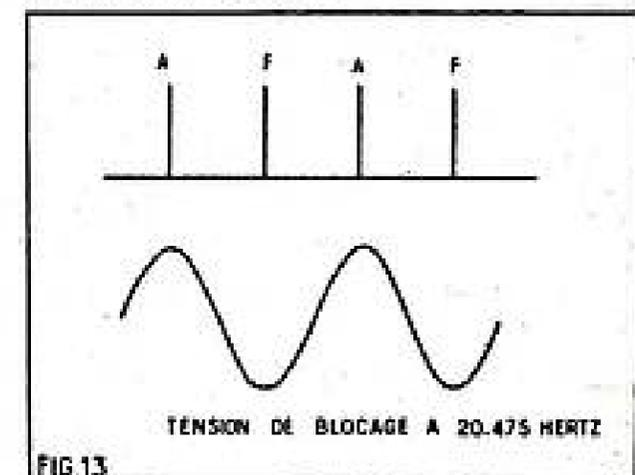

FIG. 13. — Tension de blocage à 20.475 HERTZ
La tension ainsi obtenue sera appliquée en même temps que les impulsions, à l'entrée de l'amplificateur de moyenne fréquence (13) « son ». Dans les alternances négatives, la polarisation est telle que l'amplificateur sera complètement bloqué. Si la position de phase est celle que nous avons représentée sur la figure 13 les impulsions A agiront seules sur l'amplificateur il suffit d'inverser la phase de la tension de commande pour recevoir les impulsions F.
FIG. 13. — Les alternances négatives de la tension à 20.475 Hz bloquent une des « voies ». D'après cette disposition la voie F (langue française) est bloquée. Pour bloquer l'autre voie il suffit d'inverser la phase de la tension de blocage.